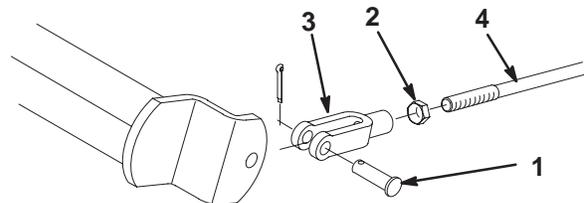

Bild 40
2. Lockern Sie die Klemmmutter und stellen Sie den Lastösenbolzen entsprechend ein (Bild 40).
3. Bringen Sie die Lastöse am Bremsbügel an (Bild 40).